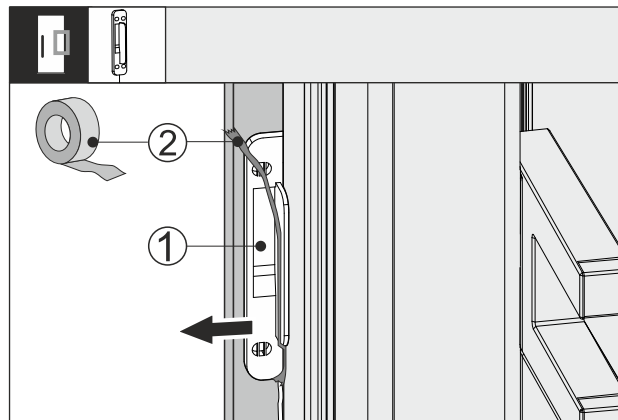

Fig. 64
- Noņemiet līmēnti Fig. 64 (2) no klauvējiena sensora Fig. 64 (1).